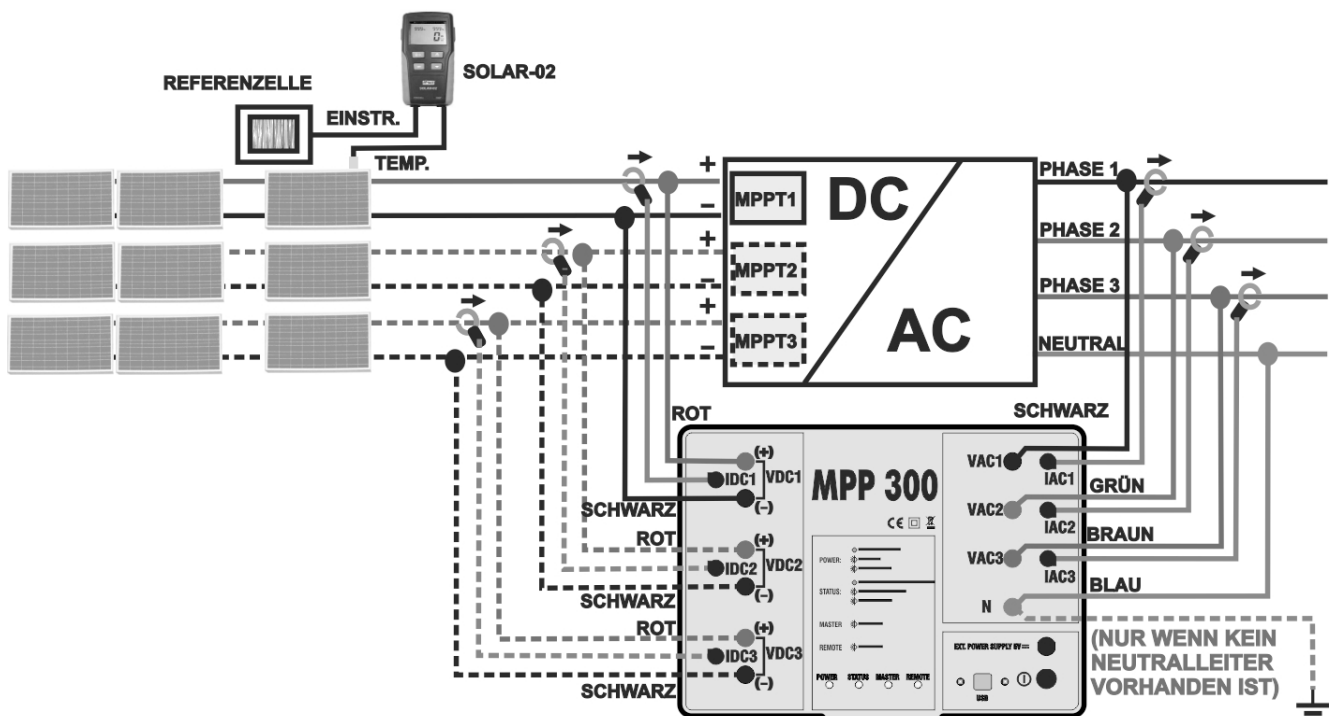

Abb. 6: Anschluss des MPP300 zur Prüfung von PV Anlagen mit 3 Phasen AC
12. Schließen Sie den **VAC1** und den **N** Eingang des **MPP300** richtig an die entsprechenden Ausgänge des Wechselrichters an und beachten dabei die Kabeladernfarben der Abbildungen 5 oder Abb. 6. Bei Dreiphasensystemen ohne Nullleiter verbinden Sie den **N** Eingang mit der Schutzerdung.
14. Schließen Sie die AC Strommesszange des ersten MPPT am Phasenleiter L1 **unter Beachtung der Pfeilrichtung** an der Stromzange an (siehe Abb. Abb. 5 oder Abb. 6). Bringen Sie die AC Stromzange so weit wie möglich vom Wechselrichter und vom Null-Leiter entfernt an. Verbinden Sie den Ausgang **IAC1** der Stromzange mit dem Eingang des MPP300.